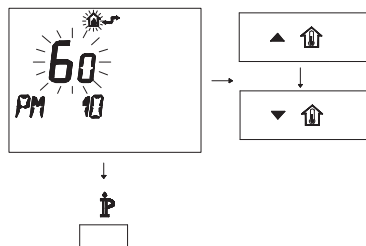

Figura 5.65
- Per modificare il SET programmato agire sui pulsanti ▲ ↑ o ▼ ↓ e aspettare che il numero programmato cominci a lampeggiare (Figura 5.65).